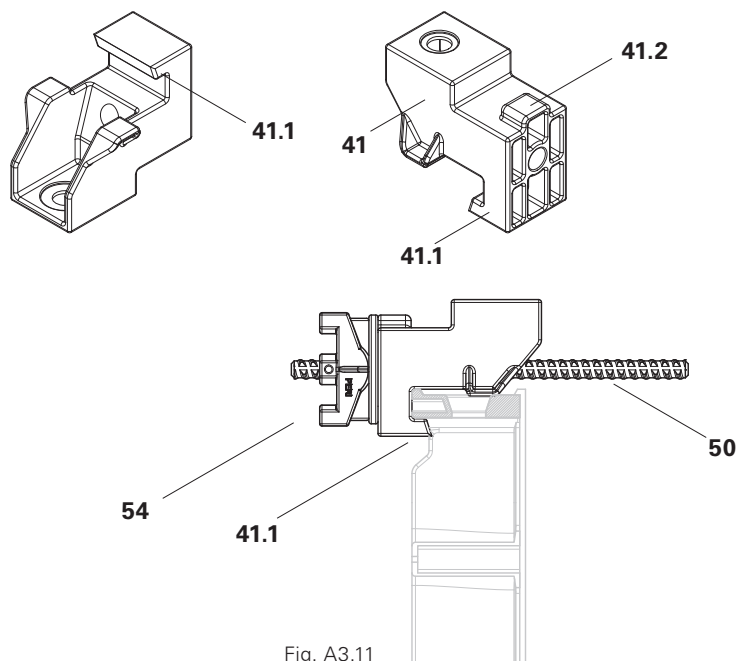

Fig. A3.11
2. Insérer une tige Dywidag (50) dans le support de cadre.
3. Serrer la tige Dywidag à l'aide de l'écrou-disque DW 15 (54). (Fig. A3.11)